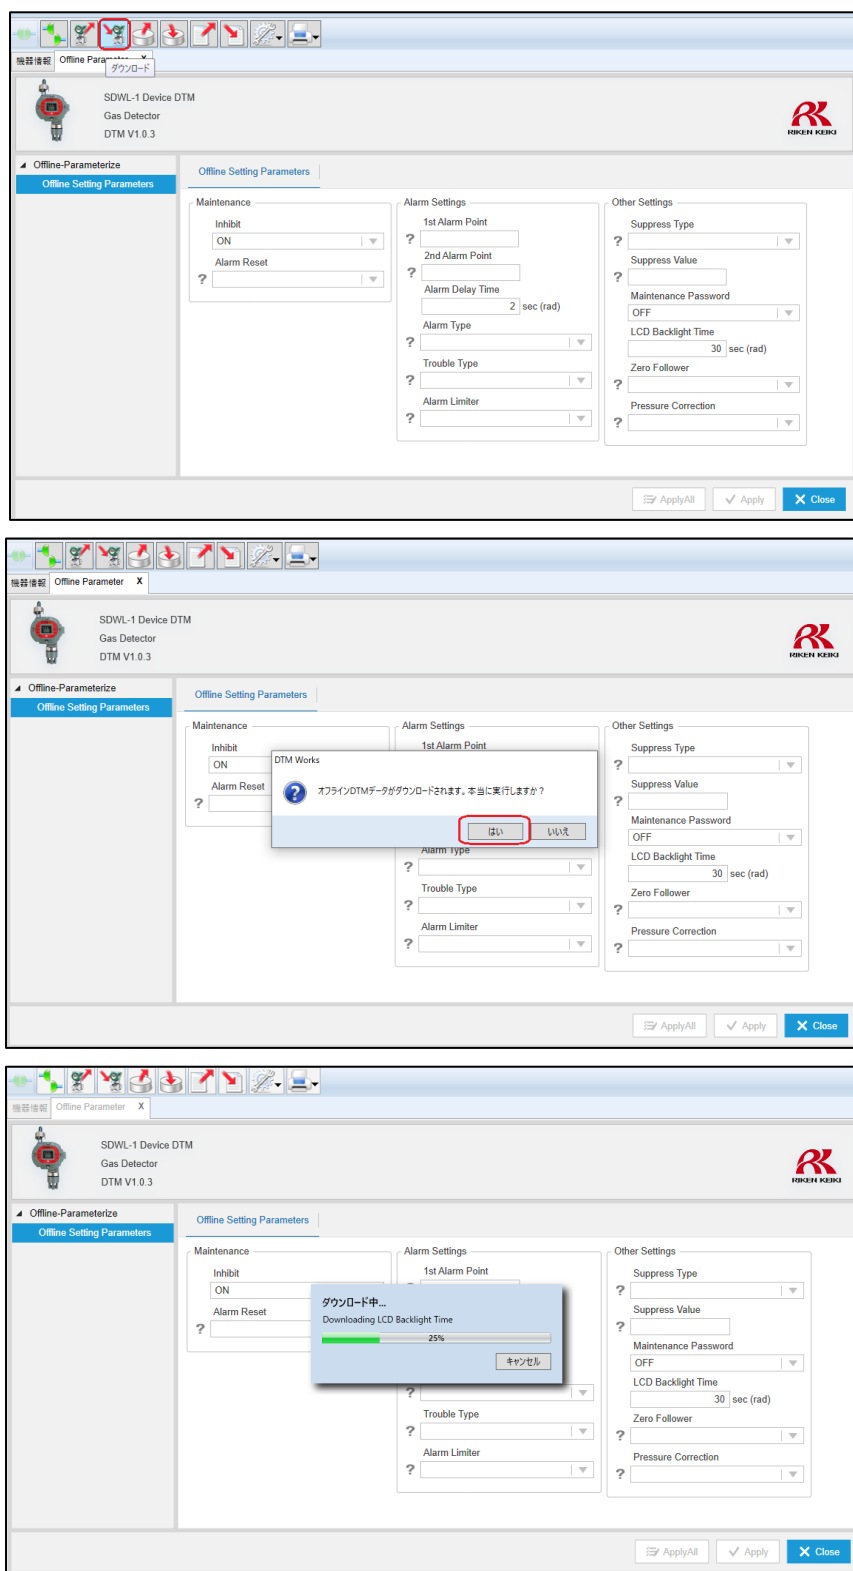

図 6-9 パラメータ設定値を SDWL-1 ヘダウンロード
- ③ ダウンロードボタンを選択します。ダウンロード実行の確認メッセージが表示されますので「はい」を選択します。(図 6-9) ダウンロード中の表示が消えますとパラメータ設定が完了となります。